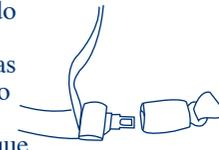

Fig. 18-1
3.3.1) Un cinturón de regazo que se ajuste manualmente que se mantenga ajustado mientras el vehículo está en movimiento es adecuado para usarse con el Asiento de Seguridad. El jalar el cinturón a través de la hebilla después de que la hebilla esté abrochada ajusta este tipo de cinturón de seguridad. El cinturón del asiento del centro de atrás es más frecuentemente de este tipo de cinturón de seguridad (Fig. 18-1).